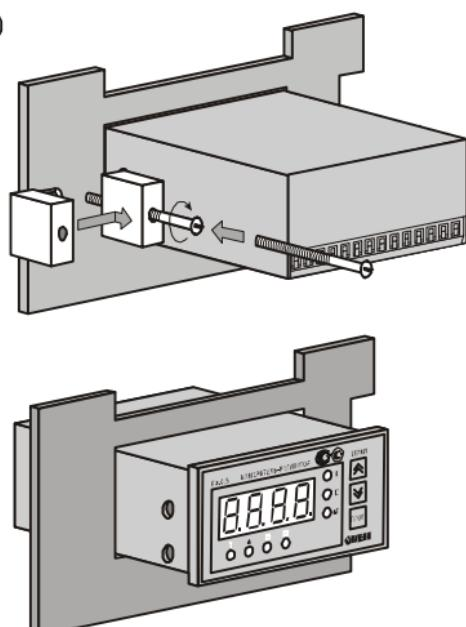

Рис. 18
1. Вставить прибор в специально подготовленное отверстие на лицевой панели щита (см. прил. 5 и рис. 18, а).
2. Вставить фиксаторы из комплекта поставки в а) отверстия на боковых стенках прибора (рис. 18, б).